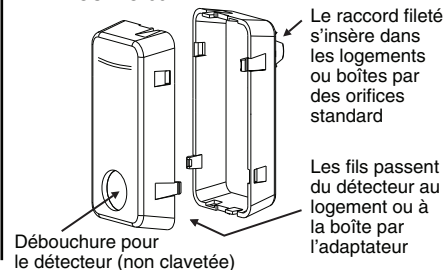

Figure 2B
**REMARQUE RELATIVE À L'ADAPTEUR :** si le luminaire ou la boîte électrique ne se prête pas à une installation sans obstruction, il faut recourir à l'adaptateur OSFOA-00W de Leviton (**figure 2A**). Ce dispositif est conçu pour permettre des positions de montage optimales en fonction de diverses hauteurs d'installation (**figure 2B**). Un raccord fileté et claveté est fourni pour le maintenir en place pendant le serrage du contre-écrou, également fourni. Se reporter au besoin à une des sections relatives à l'installation de ces adaptateurs. Le modèle OSFLO convient quant à lui à une seule hauteur; il est doté d'un raccord enclenchable, sans contre-écrou (**figure 2A**).
1. L'adaptateur est constitué de deux coquilles. Placer celle du côté « fixation » sur la paroi d'installation afin de déterminer quelle débouchure clavetée utiliser pour assurer une couverture optimale au détecteur. Le dessous de ce dernier devrait arriver à égalité ou plus bas que le bord inférieur de la paroi (**figure 2B**).